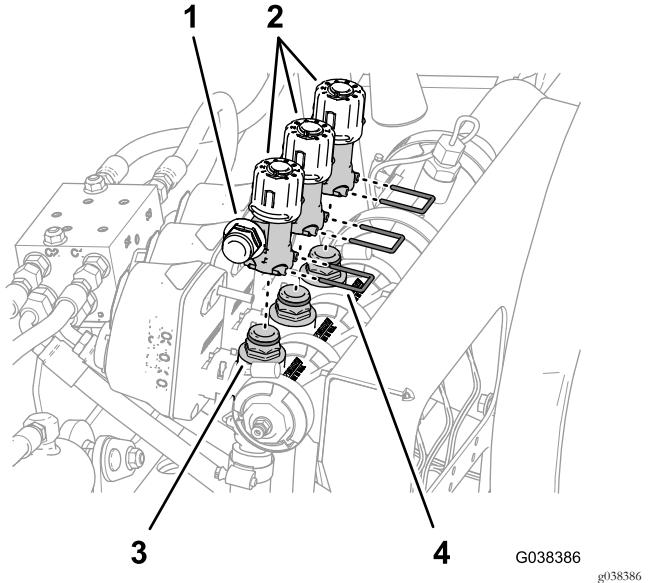

图84
3. 取出将旁通歧管固定到喷洒阀歧管的 3 个卡环 图84。
4. 从旁通阀歧管中提起旁通歧管 图84。